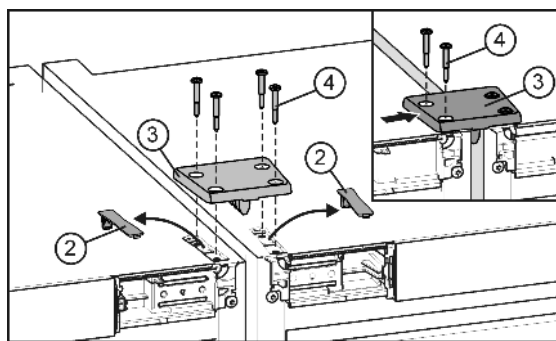

Fig. 5
- ▶ Звільніть і зніміть кришки Fig. 5 (2).
- ▶ Встановіть з'єднувальну пластину Fig. 5 (3) та прикріпіть її до одного пристрою за допомогою двох гвинтів Fig. 5 (4).